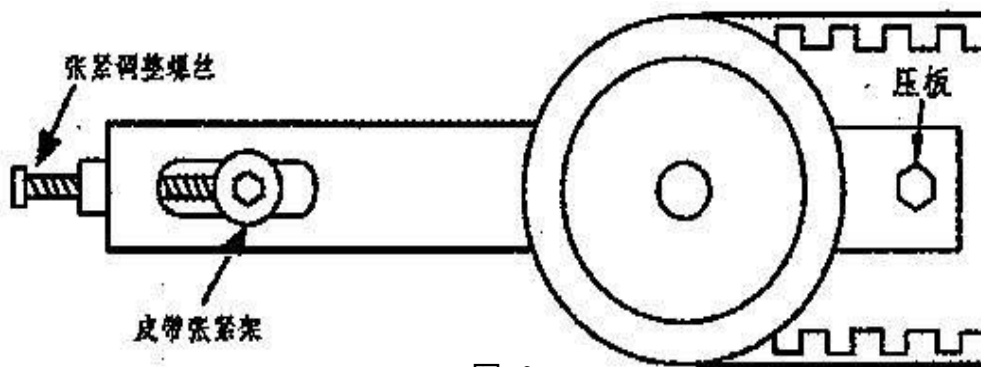

图 6
- B. 用 4mm 内六角扳手调整张紧轮左侧的黑色张紧调整螺钉（见图 6），直至皮带进一步拉紧，以整条皮带中部不严重下垂为准；